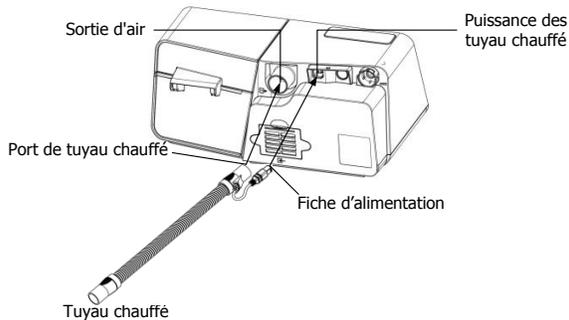

Fig. 11-6
(2) Connectez le joint du tuyau chauffé à la sortie d'air de l'appareil, puis insérez la fiche d'alimentation dans le port du tuyau chauffé à l'arrière de l'appareil, comme indiqué à la Fig. 11-6.